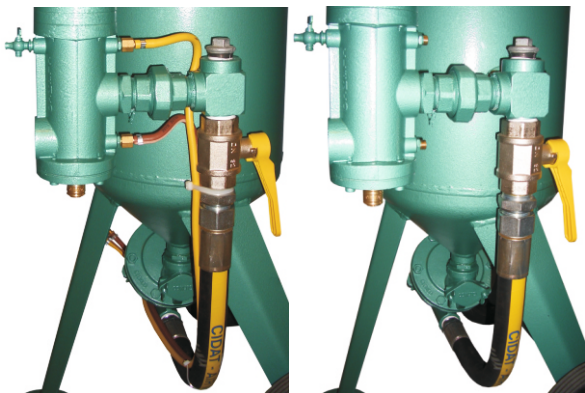
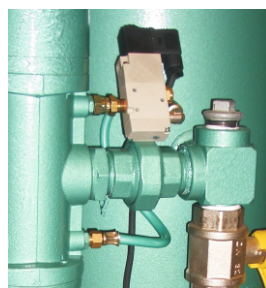

Bild 4
Bild 5
2) Styrslangarna måste demonteras (bild 4) innan magnetventilen för start/stop kan anslutas. Magnetventilen för start/stop monteras på blästerklockans automatventil. Magnetventilen kopplas till den övre nippeln samt slangen till den nedre nippeln (bild 5). Magnetventilens el-anslutning kopplas till mottagarens anslutning för start/stop (bild 6).